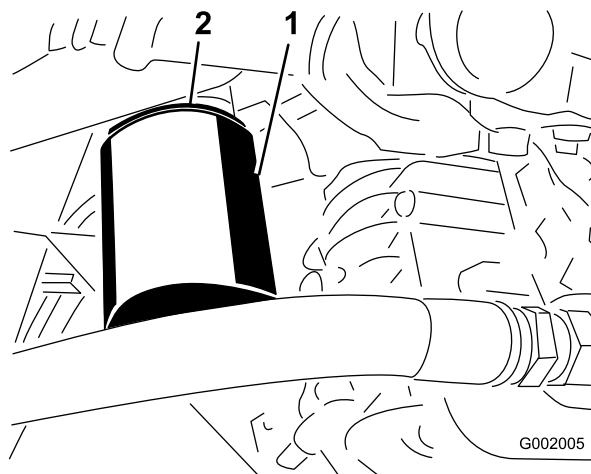

Figura 66
- Retire o filtro (Figura 66).